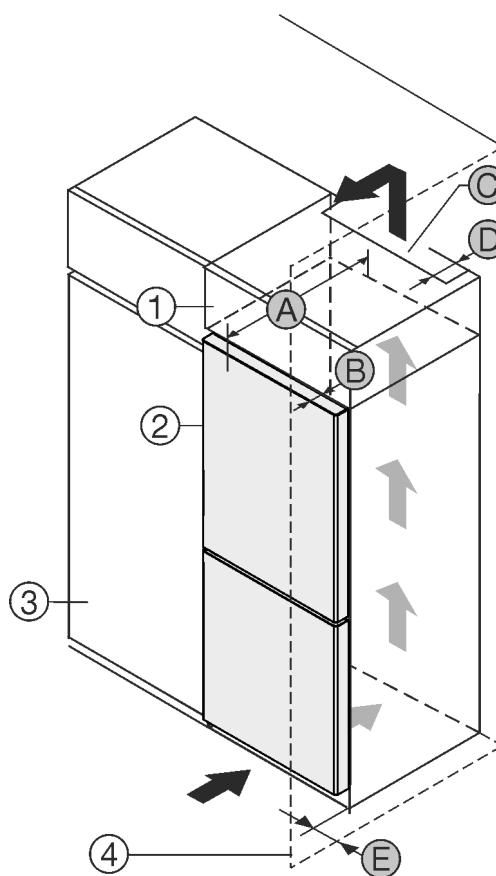

Fig. 1
- (1) Armario superior
- (2) Aparato
- (3) Armario de cocina
- (4) Pared
- (A) Profundidad del aparato
- (B) Profundidad de la puerta
- (C) Sección transversal de ventilación
- (D) Distancia con respecto a la parte trasera del aparato
- (E) Distancia con respecto al lateral del aparato
Puede colocar el electrodoméstico directamente al lado del armario de cocina Fig. 1 (3).
En la parte trasera del armario superior debe haber una cámara de salida de aire con una profundidad Fig. 1 (D) que abarque toda la anchura del armario.
Bajo el techo de la estancia debe mantenerse la sección transversal de ventilación Fig. 1 (C).
Si el electrodoméstico se instala con las bisagras junto a una pared *Fig. 1 (4)*, la distancia entre el electrodoméstico y la pared debe ser de como mínimo 13 mm.
Si el electrodoméstico se instala con las bisagras junto a una pared *Fig. 1 (4)*, la distancia entre el electrodoméstico y la pared debe ser de como mínimo 20 mm.
Para poder abrir totalmente la puerta, el electrodoméstico debe sobresalir la profundidad de la puerta *Fig. 1 (B)* respecto del frente del armario de cocina. El electrodoméstico puede sobresalir más en función de la profundidad de los armarios de cocina *Fig. 1 (3)* y del uso de distanciadores de pared.